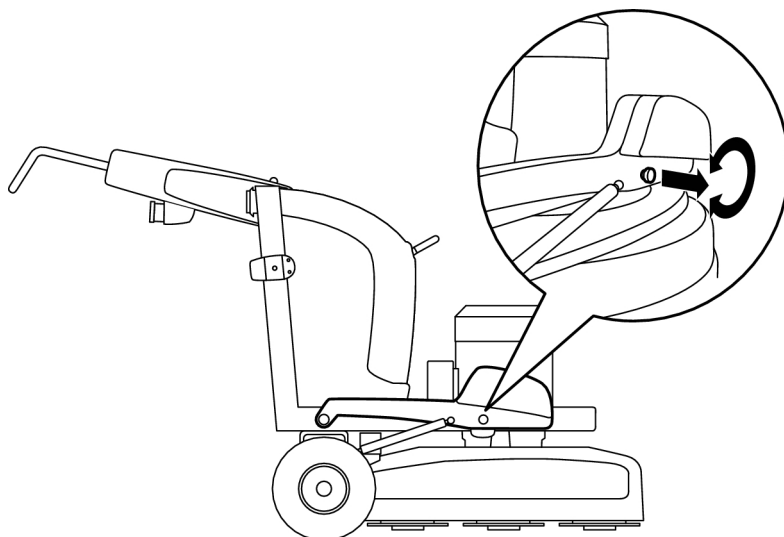

Figura 4-6. Masas adelante
- Tirar de cada pasador hacia afuera y bloquearlo en posición extraída, girándolo en el sentido de la flecha, ver Figura 4-6, página 21.
Para obtener una presión de pulido mayor y, por consiguiente, un mejor efecto de pulido, las masas deben colocarse adelante, ver Figura 4-6, página 21.